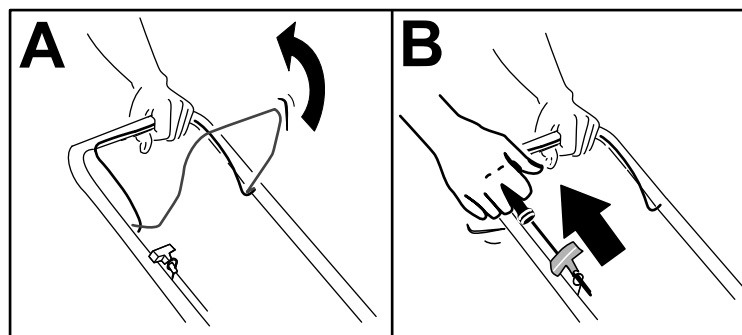

Figura 14
2. Tire de la barra de control de la cuchilla hacia el manillar superior, y sujétela en esa posición (Figura 14, A).
3. Tire suavemente del arrancador de retroceso hasta que note resistencia, luego tire con fuerza y deje que vuelva a la guía de cuerda del manillar (Figura 14, B).